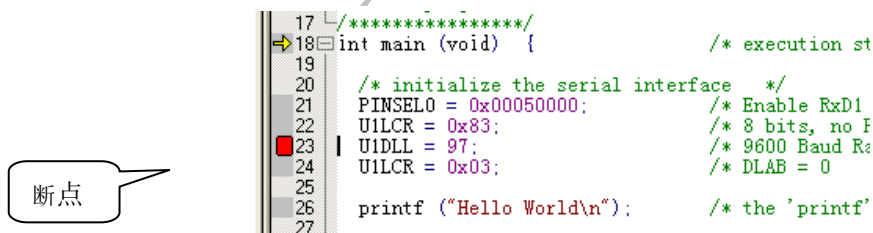

图 5-26 断点标识
(1) 简单的程序断点, 可以通过在程序行前双击的方法来实现, 如图 5-26 所示。